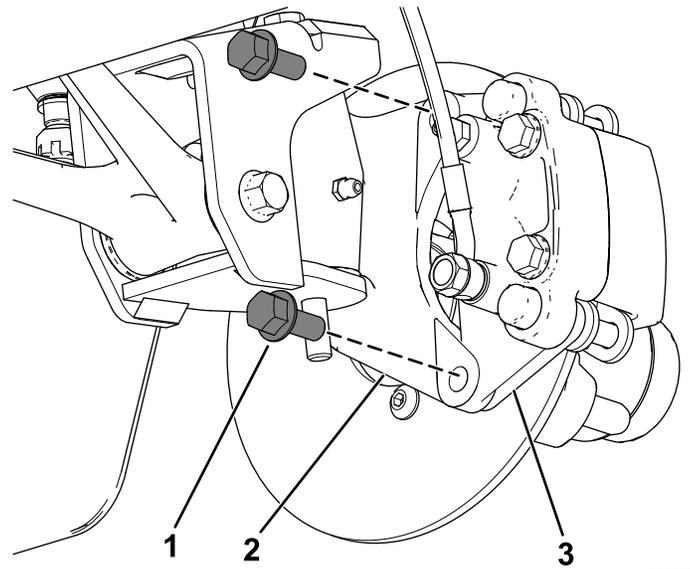
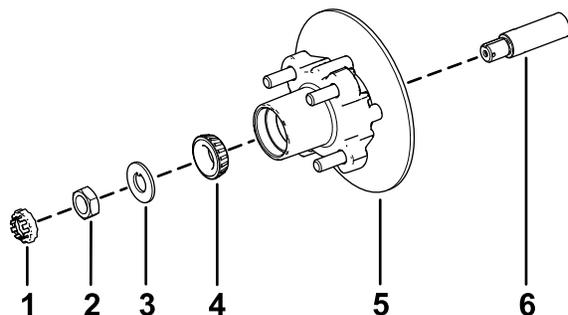

Figure 37
Figure 41
3. Retirez les boulons à embase ($\frac{3}{8}$ " x $\frac{3}{4}$ ") qui fixent le support du frein à la fusée et séparez le frein de la fusée (Figure 37).
1. Appliquez une fine couche de la graisse spécifiée sur la fusée (Figure 41).
2. Montez le moyeu et le rotor sur la fusée en plaçant le rotor à l'intérieur (Figure 41).
3. Montez le roulement extérieur sur la fusée et poussez le roulement contre la bague (Figure 41).
4. Montez la rondelle-frein à languette sur la fusée (Figure 41).
5. Vissez l'écrou de fusée sur la fusée et serrez l'écrou à 15 N·m tout en tournant le moyeu pour bien asseoir le roulement (Figure 41).
2. Alignez les plaquettes de frein de chaque côté du rotor (Figure 37) et alignez également les trous dans le support d'étrier et ceux de la fixation du frein sur le porte-fusée (Figure 41).
3. Fixez le support d'étrier au porte-fusée (Figure 37) à l'aide de 2 boulons à embase ($\frac{3}{8}$ " x $\frac{3}{4}$ ").